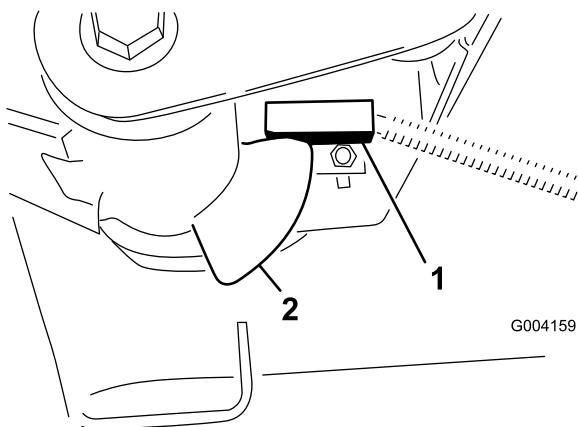

Figura 41
2. El interruptor del brazo de elevación está situado debajo del depósito de aceite hidráulico y detrás del brazo de elevación delantero derecho (Figura 41).
3. Afloje los tornillos de montaje del interruptor (Figura 41) y desplace el interruptor hacia abajo para aumentar la altura de giro del brazo de elevación, o hacia arriba